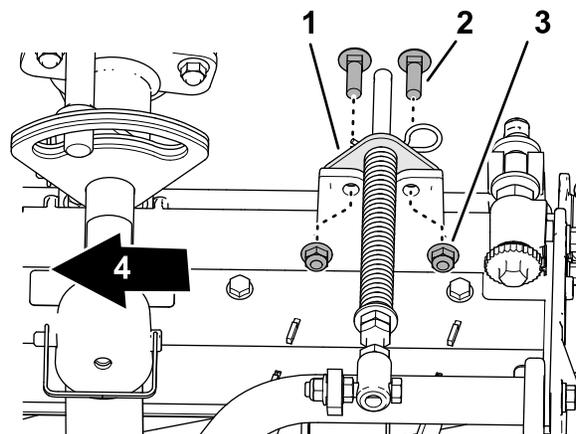

Figura 14
5. Allineate i fori nella staffa di compensazione per il manto erboso con i fori nel telaio dell'apparato di taglio (Figura 14).